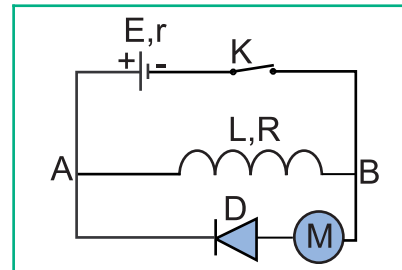

Fig.1
**13** Un générateur de force électromotrice  $E = 6 \text{ V}$  et de résistance interne  $r = 2 \Omega$  alimente un circuit constitué d'une bobine AB d'inductance  $L = 1,8 \text{ H}$  et de résistance interne  $R = 8 \Omega$ , aux bornes de laquelle on a placé un petit moteur en série avec une diode au silicium D (Fig.1).